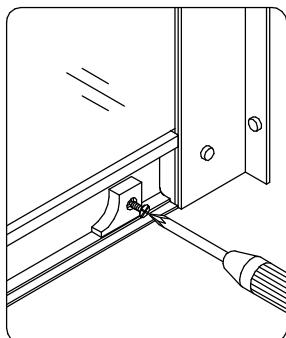

Рис.7
5. Установите ограничитель для роликов на нижний и верхний направляющий профиля . (Рис. 7)